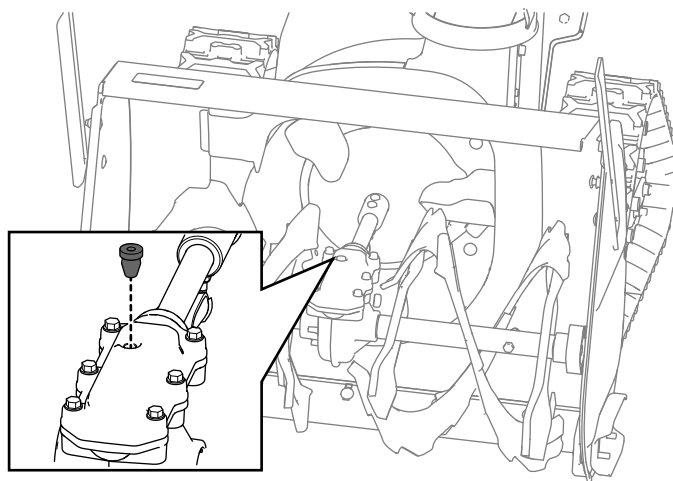

Figura 33
2. Curățați zona din jurul dopului de eavă i scoatei dopul de la cutia de viteze (Figura 33).